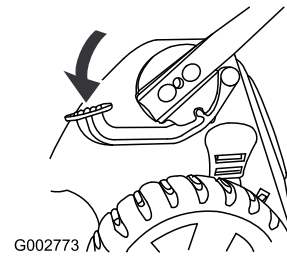

Figura 52
1. Pise el pedal y manténgalo pisado (Figura 52).